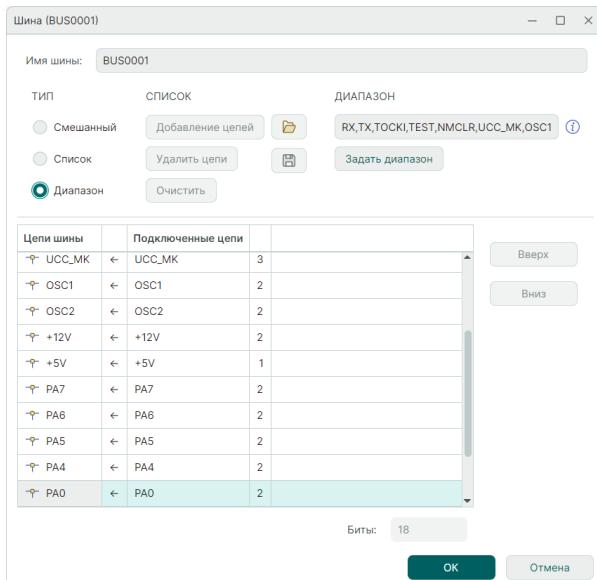

Рис. 173 Включение режима «Диапазон»
2. Установите переключатель в положение «Диапазон», см. Рис. 173.